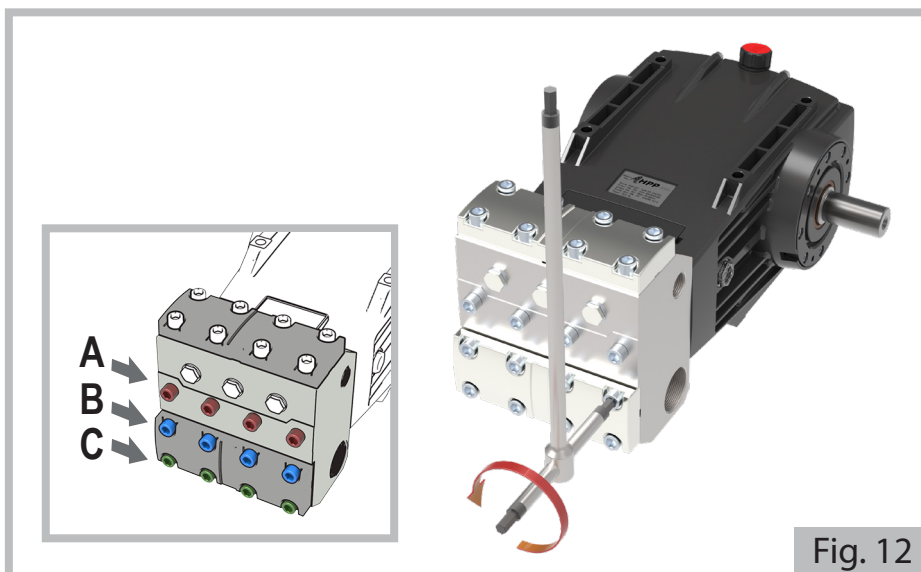

Fig. 12
- a) Mediante una chiave a brugola di 12, allentare di un giro le quattro viti **C** e svitare completamente le otto viti **A** e **B** (vedere dettaglio in Fig. 12). Sfilare con attenzione la testata (3).